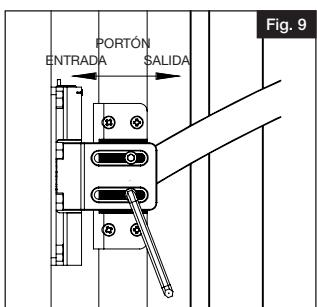

Fig. 9
- g.) Las bisagras puede ajustarse horizontalmente desde de 3/8" a 1 1/2" (95 mm a 381 mm). Use una llave Allen proporcionado para ajustar los tornillos de ajuste horizontal hacia la izquierda o la derecha (Fig. 9).